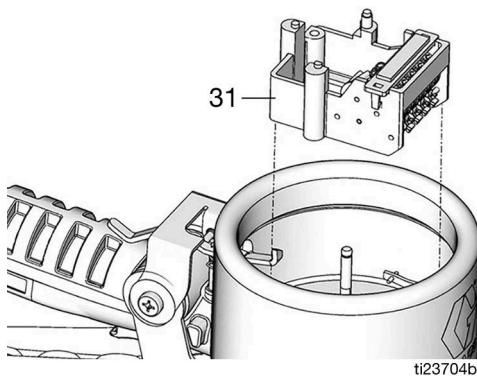

FIG. 30
6. Déposer tout l'ensemble du compteur (31) (FIG. 30).